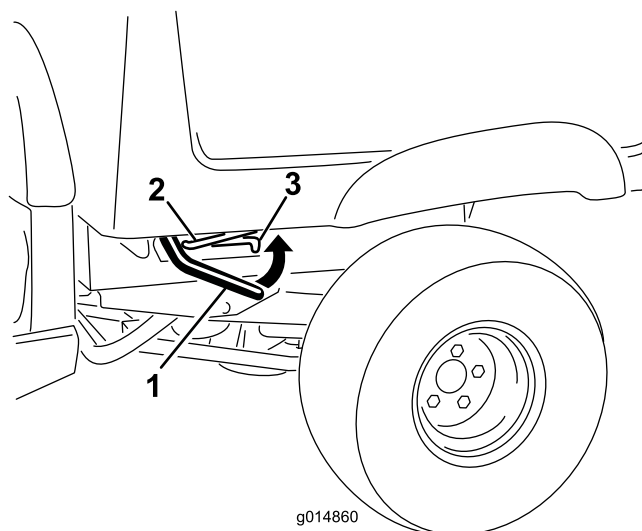

Figura 2
5. Levante a alavanca de ambos os lados da plataforma de carga e levante a plataforma (Figura 2).